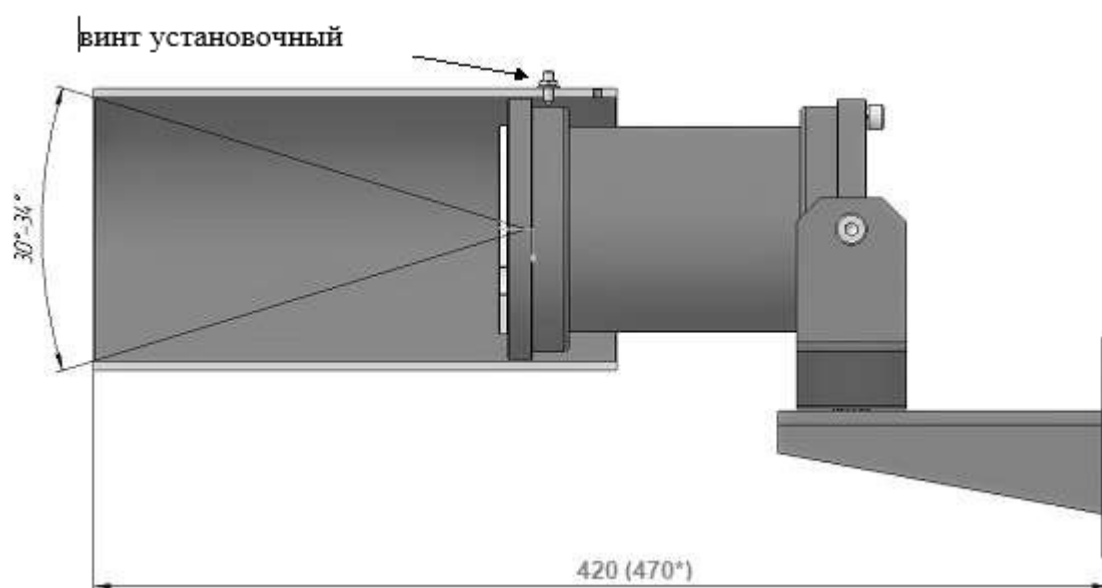

Рис. 3 – Установка оптической бленды Спектрон-01-М на извещатель, положение №2
- положение №2 позволяет выставить угол обзора извещателя от 30° до 34°, рис. 3.